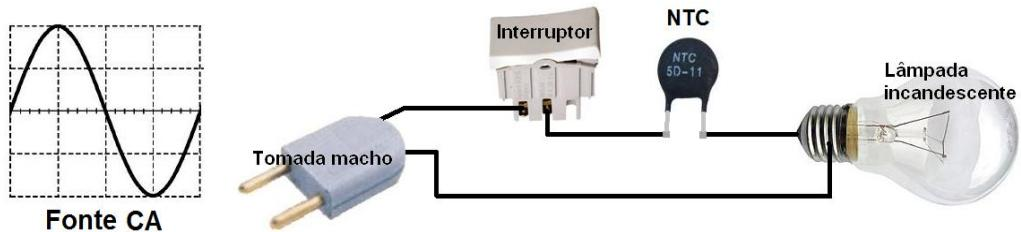

Figura 1.96 – Fonte: <http://img841.imageshack.us/img841/6644/circuitocomlampadaincan.png>.
► **Exemplo 14** – O NTC, conectado em série com uma lâmpada incandescente, pode prolongar a sua vida útil (Figura 1.96). Lâmpadas incandescentes podem ser queimadas no instante em que são ligadas, visto que, nesta condição, a temperatura de seu filamento é baixa, bem como a resistência. Além disso, a lâmpada pode ser ligada no instante de pico da senóide da rede CA, o que pode agravar a situação.